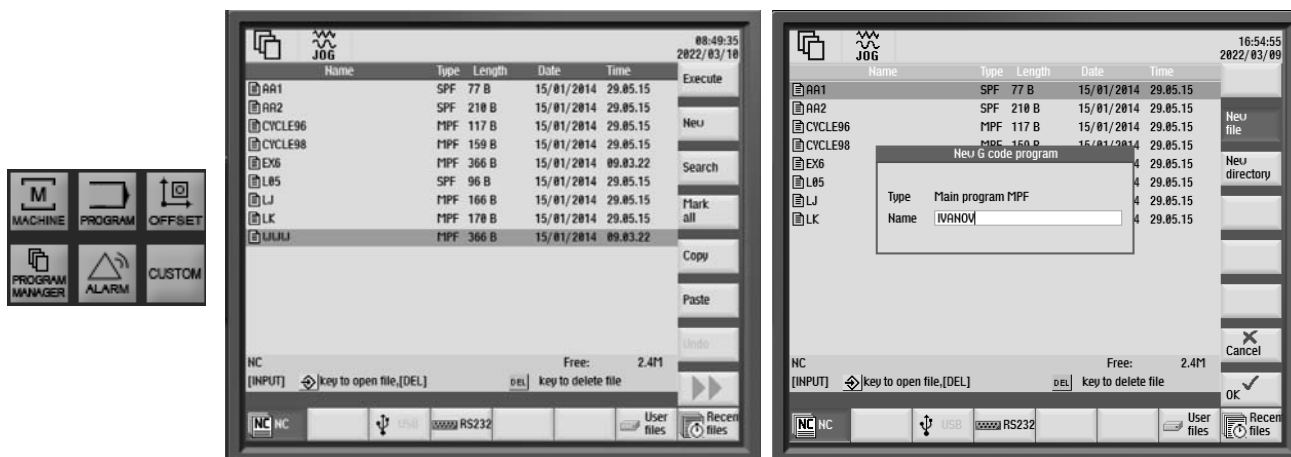

Рисунок 1.10 – Добавление новой управляющей программы
3.1 Нажать клавишу «PROGRAM MANAGER» (рисунок 1.10).
3.2 Нажать клавишу «New», ввести имя программы. Присвоить имя программы по фамилии студента и нажать клавишу «ОК» (см. рисунок 1.10).